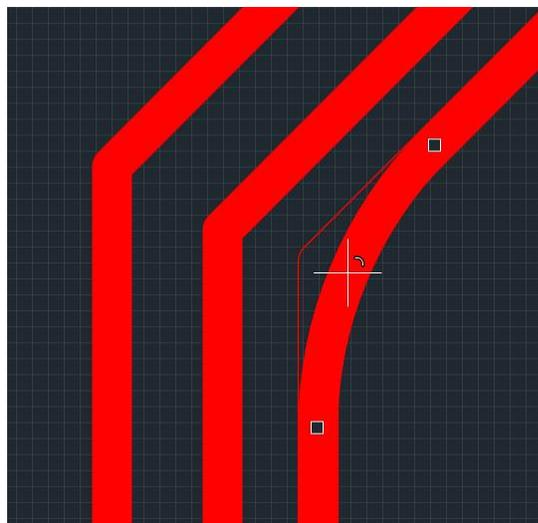

Рис. 312 Отображение (допустимого) скругления вершины трека
3. Наведите курсор на вершину, в которой необходимо применить инструмент. Система автоматически отобразит измененный вид трека, который будет получен после применения инструмента, см. Рис. 312.